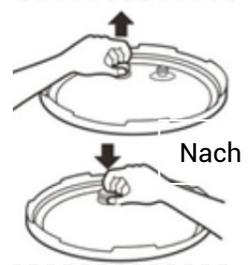

Abbildung 18
2. Verwenden Sie einen nicht scheuernden Schwamm oder ein feuchtes Tuch, um das Gehäuse (13) zu reinigen. Tauchen Sie den Außenkörper (13) NIEMALS in eine Flüssigkeit ein und schütten Sie keine Flüssigkeit hinein.
3. Entfernen Sie den Kondensatbehälter (12), spülen Sie ihn gründlich aus und lassen Sie ihn trocknen. Reinigen Sie den inneren Hauptkörper (13) und den oberen Ring (9) mit einem feuchten Schwamm oder Tuch.
4. Entfernen Sie das Druckbegrenzungsventil (3), indem Sie es anfassen und fest nach oben ziehen. Mit warmem Wasser abspülen und trocken tupfen.
5. Reinigen Sie den Deckel (2) mit warmem Seifenwasser, einschließlich des Gummidichtungsringes (18), des Filters (17), des Ventils und des Sicherheitsventils (4) und lassen Sie ihn gut trocknen.
6. An der Unterseite des Deckels befindet sich unterhalb des Überdruckventils (3) ein kleiner Metallfilter (17), der zum Reinigen leicht entfernt werden kann (Abbildung 18).
8. Waschen Sie den Innentopf (6), das Gitter (20) und den Deckel aus gehärtetem Glas (21) mit einem nicht scheuernden Schwamm und lassen Sie ihn an der Luft trocknen oder verwenden Sie ein Tuch.
Entfernen Sie den Filter (17) durch senkrecht Ziehen und reinigen Sie ihn. Um den Filter wieder anzubringen, setzen Sie einfach den Filter (17) auf und drücken ihn nach unten, um ihn zu sichern (Bild 18).